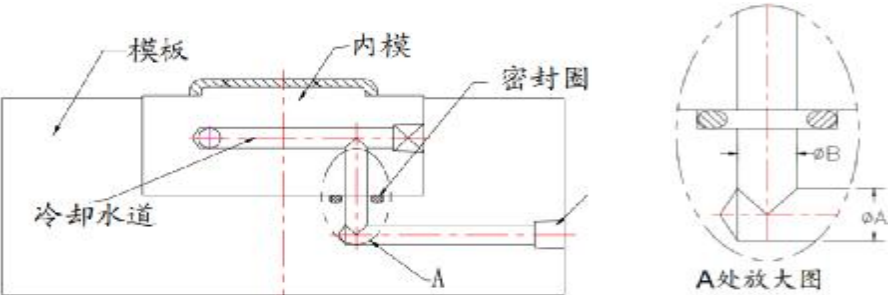

图 8-2 密封圈的安装
3) 密封圈：如图 8-2 所示，安装在两零件之间的接触面，防止水处渗出。其规格一般根据水路直径来选取。例如此处的水路为  $\phi 6$ ，所选密封圈规格为 P9（ $\phi 12.8 \times \phi 9 \times \phi 2.4$ ）。